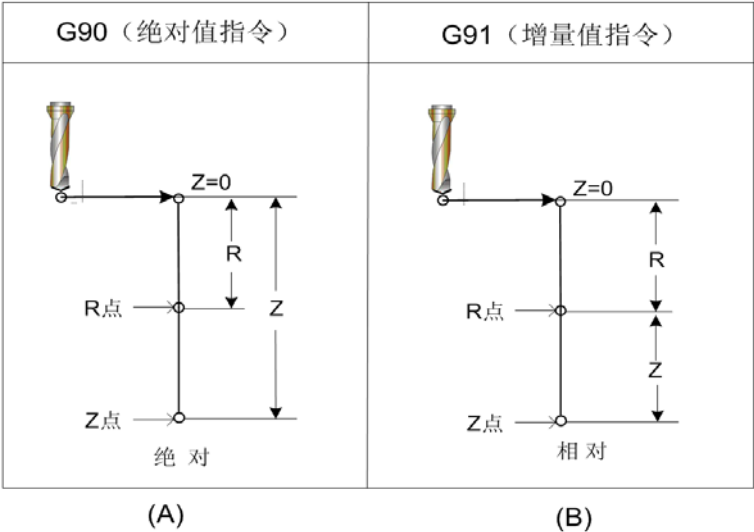

图4-4-2
R	如图 4-4-2 所示，用增量值指定的从初始点平面到 R 点距离，或者用绝对值指定 R 点的坐标值。进给速度如图 4-4-1，在动作 2 和动作 6 中全都是快速进给
①	G00X_M3;
②	G81X_Y_Z_R_F_;	因为是开始，对 Z，R，F 要指定需要的值
③	Y_;	因为和孔②中已指定的孔加工方式及孔加工数据相同，所以 G81，Z-R-F-全可省略。孔的位置移动 Y，用 G81 方式加工孔进一次
④	G82X_P_;	相对于孔③位置只在 X 轴方向移动。用 G82 方式加工，并用②中已指定的 Z，R，F 和④中指定的 P 为孔加工数据进行孔加工
⑤	G80X_Y_	不进行孔加工。取消全部孔加工数据
⑥	G85X_Z_R_P_;	因为在⑤中取消了全部数据，所以 Z，R 需要再次指定，F 与②中指定的相同，故可省略。P 此程序段中不需要，只是保存起来
⑦	X_Z_;	与⑥只是 Z 值不同的孔加工，并且孔位置只是 X 轴方向有移动
⑧	G89X_Y_;	把⑦中已指定的 Z，⑥中已指定的 R，P 和②中指定的 F 作为孔加工数据，进行 G89 方式的孔加工
⑨	G01X_Y_;	消除孔加工方式和孔加工数据
- 沿着钻孔轴的移动距离对G90和G91变化如图4-4-2所示（一般用G90编程，如用G91编程，则Z和R按指令的正负号处理）。